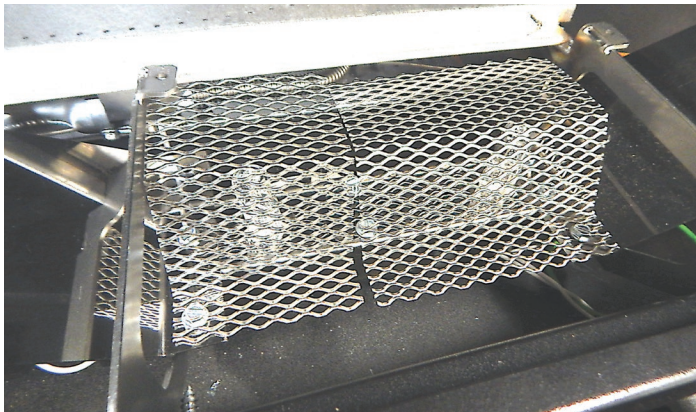

Figure 15
18. Lors de l'installation d'un foyer de modèle DVLL36BP, ajouter un (1) petit écran de diffuseur et un (1) grand écran de diffuseur par-dessus les deux ampoules extérieures, tel qu'illustré à la **Figure 15**. Utiliser une (1) vis n° 8 X 1/4 po pour fixer chaque écran de diffuseur. Vérifier afin de s'assurer que les écrans ne reposent pas sur les ampoules.